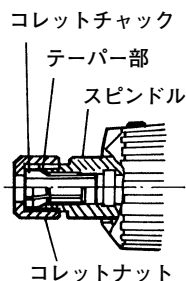

図 7
- トイシを取付ける場合は、図 7 に示すテーパ部にスピンドル油（ミシン油でも結構です）を少量塗布してからコレットナットを締めてください。